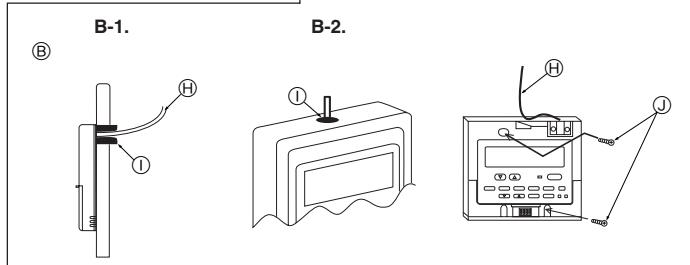

Fig. 7-3
(2) Forsegel serviceåbningen til fjernstyringskablet med kit for at forhindre indtrængen af dugdråber, vand, kakerlakker eller orm. (Fig. 7-3)